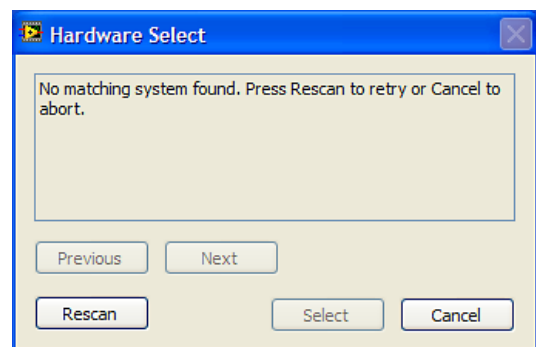

図 2. 接続エラー警告
2. ソフトウェアを起動したとき評価用システムがUSBポートに接続されていない場合、接続エラーが表示されます(図2参照)。評価用ボードをPCのUSBポートに接続して、数sec待った後、**Rescan**をクリックします。表示される指示に従ってください。